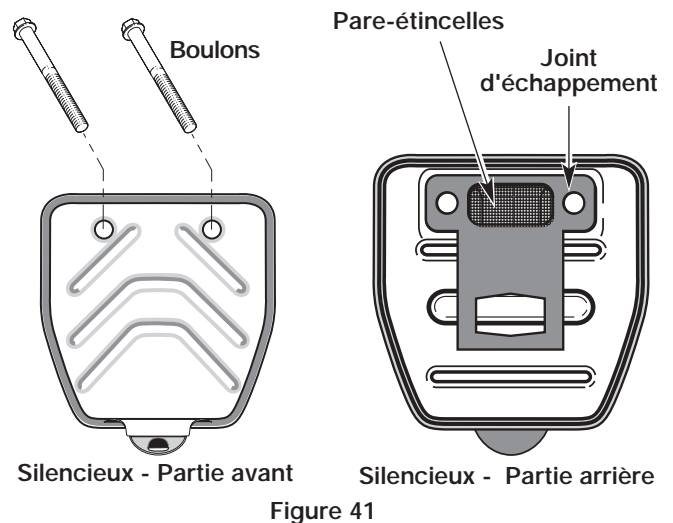

Figure 41
2. Repérez le devant du silencieux et les deux (2) boulons qui le retiennent au moteur (Fig. 41). Retirez les deux (2) boulons à l'aide d'un tournevis à lame plate, d'une douille de 5/16 po ou d'un tourne-écrou. Retirez le silencieux du moteur.
3. Retournez le silencieux vers l'arrière et repérez le joint d'échappement. Retirez le joint d'échappement (Fig. 41).
7. Placez le joint d'échappement contre l'arrière du silencieux. Alignez les trous de boulon du joint d'échappement avec les trous de boulon du silencieux. Tout en maintenant le joint d'échappement en place, insérez les boulons sur le devant du silencieux (Fig. 41).